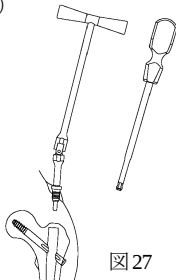

図 27
- 2) エンドキャップ用ユニバーサル T レンチ、又はストレートドライバーを用いてエンドキャップを抜去します。(図 27)